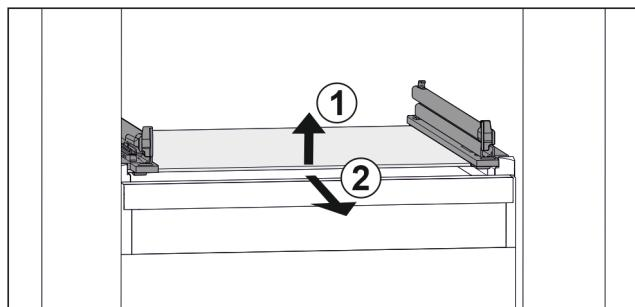

Fig. 72 Приближене відображення скляної пластини
- ▶ Підняти скляну пластину спереду. Fig. 72 (1)
- ▶ Вийняти скляну пластину рухом вперед. Fig. 72 (2)